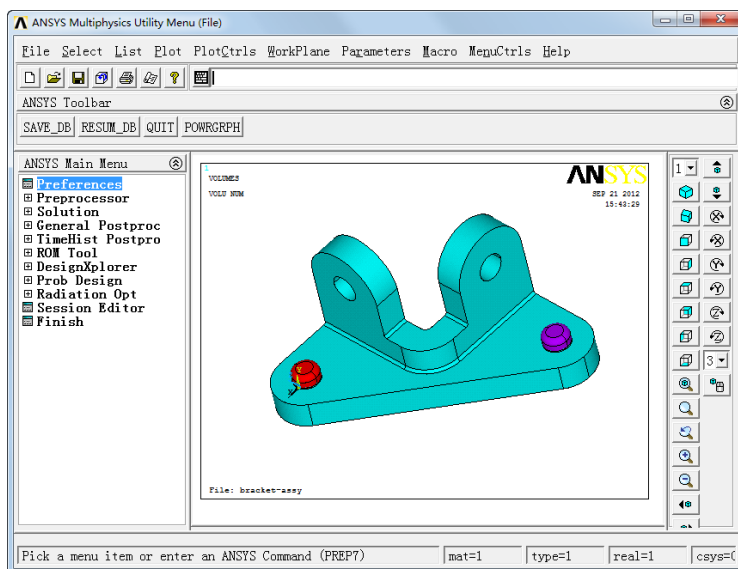

图 3-19 输入 SAT 文件后的结果
③选择实用菜单 Utility Menu: Plot > Volumes。
⑥保存数据库。在工具条上单击“SAVE_DB”按钮，得到如图 3-19 所示的结果。